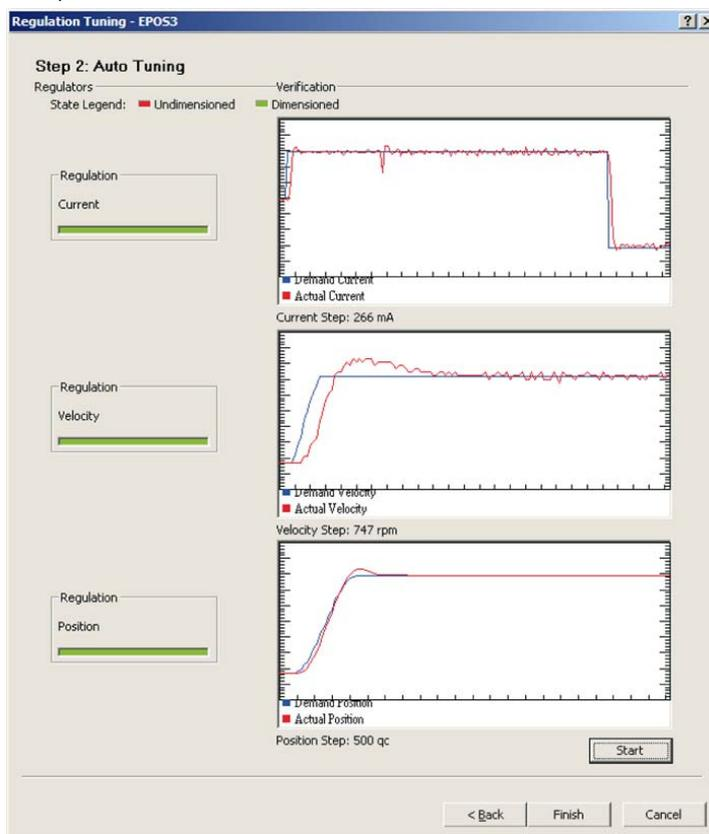

図 3-30 オート・チューニングの終了
- 電流 (current), 回転数 (velocity), 位置制御 (position) の各ゲイン調整が順番に実行されます。正しい制御ゲインが見つかったら、3つ全てのステータス・バーが緑色になりオート・チューニングは終了します。(→ 図 3-30)